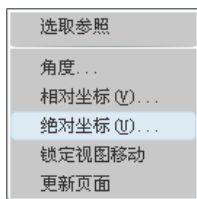
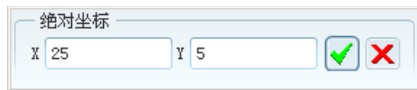

图 6.1.2 快捷菜单
图 6.1.3 “绝对坐标”对话框
Step4. 开始绘制图框线。单击  工具栏中的“启用草绘链”按钮  绘制连续线，单击  按钮，系统提示选取绘制直线的起点，此时在图面上的任一点右击，在弹出的图 6.1.2 所示快捷菜单中选择 **绝对坐标 (U)...** 命令，系统弹出“绝对坐标”对话框，如图 6.1.3 所示。在该对话框中输入 X 坐标值 25，Y 坐标值 5，单击对话框的  按钮。